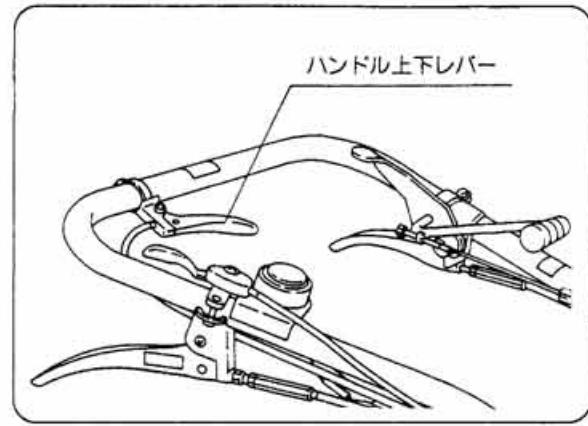

図20
- ①ハンドル上下レバーを握りハンドルを上にあげてから操作してください。(図20)